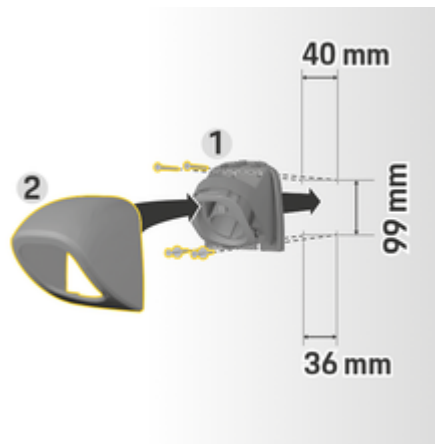

Fig. 8: Bormål
1. Ta pluggholderen 1 (Fig. 8) ut av dekelet 2 (Fig. 8).
4. Skru pluggholderen 1 (Fig. 8) på veggen.
5. Sett dekelet 2 (Fig. 8) på pluggholderen 1 (Fig. 8) fra undersiden og trykk det oppover.